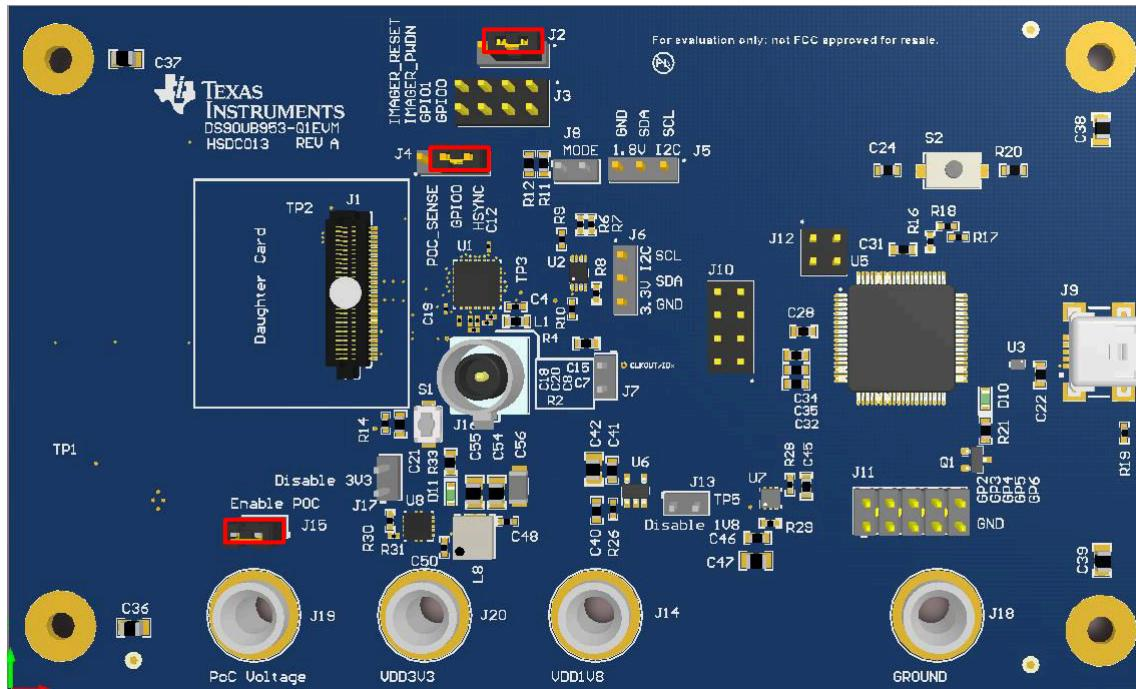

图 3-33. 安装了跳线的 DS90UB95x-Q1EVM
11. 在 DS90UB953EVM 上，确保跳线覆盖图 3-33 中所示的接头。